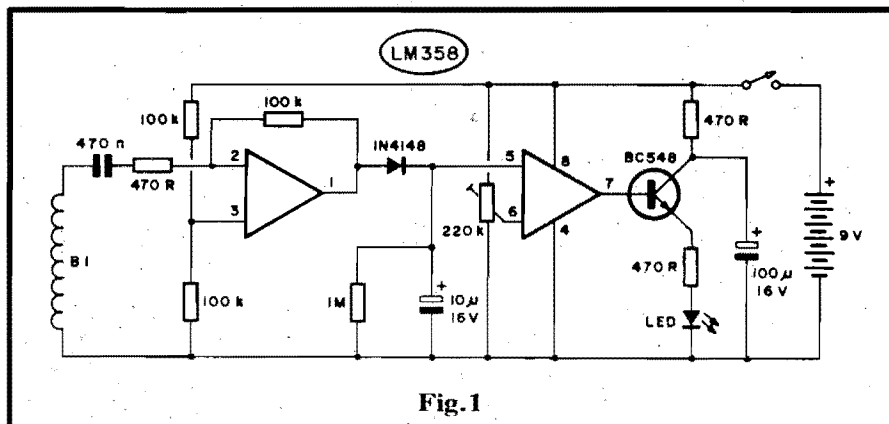

Fig.1
- FIG. 1 - O CIRCUITO - Centrado num único Integrado (que, contudo, "embute" dois Amplificadores Operacionais muito sensíveis e versáteis...), tipo LM358 (CA1458...), o circuito tem seu diagrama muito simples mostrado na figura. O primeiro dos dois Amp.Ops. contidos no Integrado, delimitado pelos pinos 1-2-3, está arranjado em Amplificador de altíssimo ganho, cujo fator de amplificação é dimensionado pela relação dos valores do resistor de realimentação (100K, do pino 1 ao pino 2) e de Entrada (470R, ao pino 2). A Entrada Não Inversora (pino 3) é mantida a "meia Tensão" da alimentação geral, via resistores de 100K, "empilhados", que através do seu ponto de junção polarizam a dita entrada... Os campos eletro-magnéticos oscilantes ou pulsados que se pretende detetar, são captados pela bobina sensora B1, nela desenvolvendo pequenos sinais elétricos, os quais são levados, via capacitor isolador de 470n à Entrada Inversora do Amp.Op. (pino 2). Depois de grandemente amplificados, os sinais se apresentam na Saída desse Amp.Op., pino 1, após o que são retificados pelo diodo IN4148 e "depositados" sobre o capacitor de "armazenamento", o eletrolítico de 10u "pa-